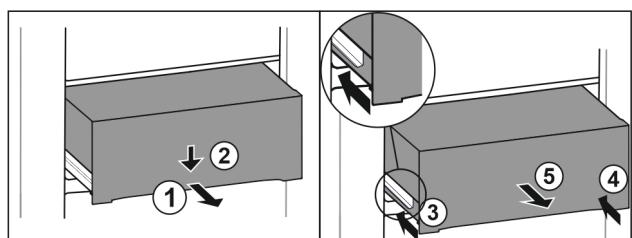

Fig. 131
- Predal izvlecite do polovice. Fig. 131 (1)
- Predal na sprednji strani potisnite navzdol. Fig. 131 (2)
- Levo vodilo potisnite približno 2 cm noter. Fig. 131 (3)
- Desno vodilo potisnite približno 2 cm noter. Fig. 131 (4)
- Predal vzemite ven v smeri naprej. Fig. 131 (5)